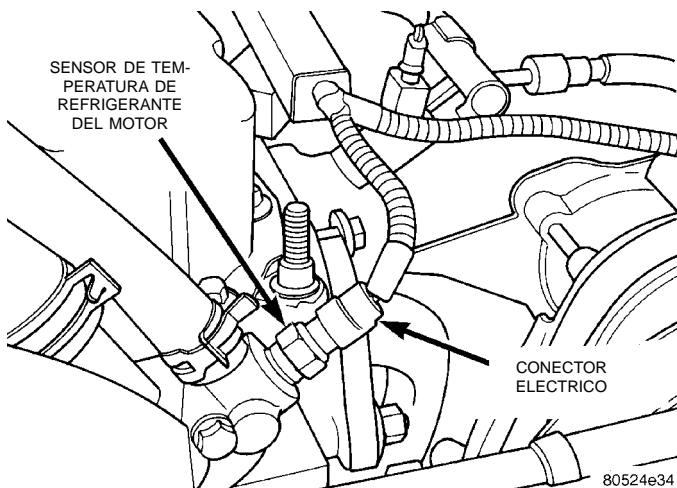

Fig. 41 Sensor de temperatura del refrigerante del motor—Se muestra motor de 4.0L
(19) Verifique que el conector del mazo de cables esté firmemente conectado al sensor de temperatura de refrigerante del motor (Fig. 41).